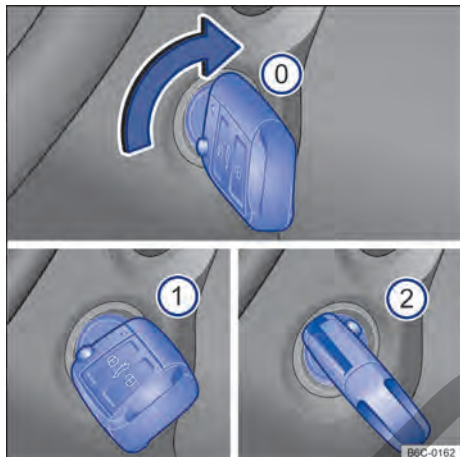

Fig. 88 Al lado del volante de la dirección, a la derecha: posiciones de la llave del vehículo en la cerradura de encendido.
Posiciones de la llave del vehículo → **fig. 88**
- ① Encendido desconectado. La llave del vehículo puede ser retirada.
- ① Encendido conectado.
- ② Pise el pedal del freno (*vehículos con transmisión automática*), o el pedal del embrague (*vehículos con transmisión manual*) y encienda el motor. Cuando el motor arranque, suelte la llave del encendido. Al soltar, la llave del vehículo vuelve a la posición → **fig. 88** ①.
- *Vehículos con cerradura de encendido:* girar la llave del vehículo a la posición → fig. 88 ①. El encendido está conectado. En ese momento la luz de control del sistema de arranque en caliente  se encenderá en el instrumento combinado. Esperar a que la luz de control  se apague indicando el final del calentamiento del combustible (esta acción puede ser necesaria en condiciones de arranque con el motor frío).
- *Vehículos con cerradura de encendido:* girar la llave del vehículo en la cerradura de encendido a la posición → fig. 88 ② – no acelerar. Cuando el motor comience a funcionar, soltar la llave del vehículo en la cerradura de encendido.
- *Vehículos con cerradura de encendido*: girar la llave del vehículo en la cerradura de encendido a la posición → fig. 88